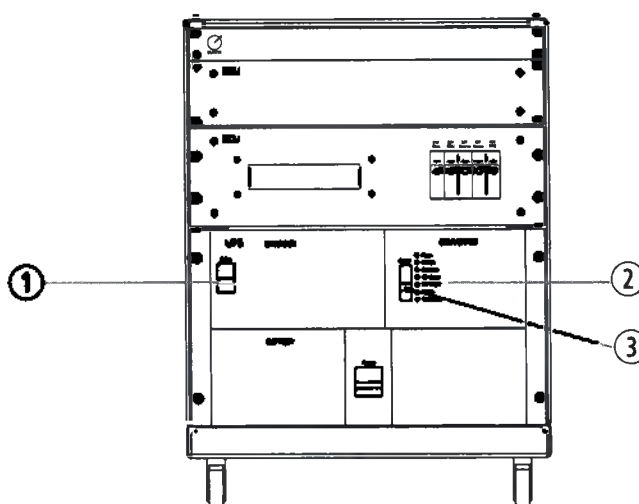

Рис. 9.1 Медицинский ИБП в медицинском блоке
- 1 Переведите размыкатель цепи электропитания ① в положение выключения, см. Рис. 9.1 на странице 154.
- 2 Переведите размыкатель выходной цепи ③ в положение выключения.